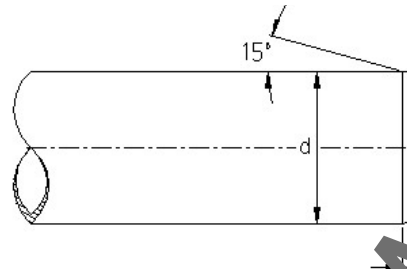

Bild 1. PVC-C-Rohrverbindung Maß b.
- Die Rohrenden werden außen mit einem Winkel von ca. 15° (siehe Bild 1 und Tabelle 1) angeschrägt und innen entgratet.